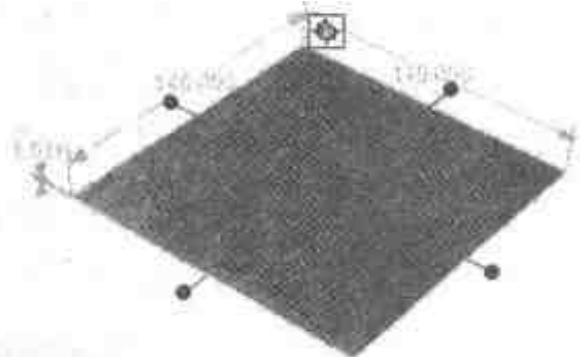

图 4.5 编辑包围盒
- (3) 右击显示出的任意一个智能手柄，选择【编辑包围盒】命令在弹出的【编辑包围盒】对话框中将长度改为 148，宽度改为 140，单击【确定】按钮，结果如图 4.5 所示。